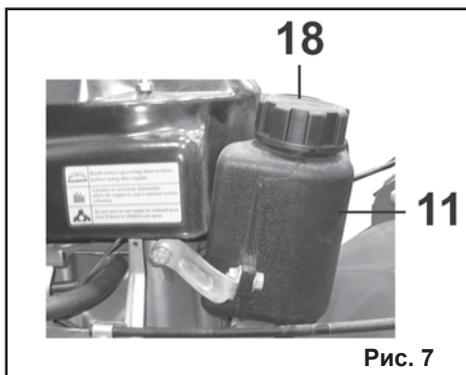

Рис. 7
7.2. Заправка топливом (Рис.7).